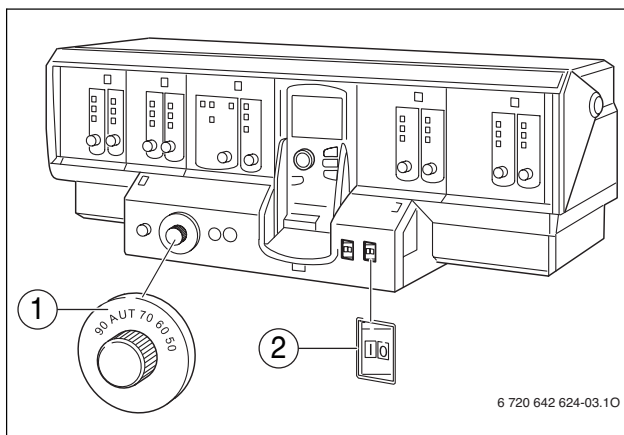

Fig. 4 Appareil de régulation
Mettez votre chaudière en service par l'appareil de régulation (→ fig. 4). Avec la mise en service de l'appareil de régulation, vous mettez automatiquement le brûleur en marche. Celui-ci peut ensuite être démarré par l'appareil de régulation. Vous trouverez des informations complémentaires dans la notice d'utilisation de l'appareil de régulation ou du brûleur utilisés.
- ▶ Régler le thermostat de l'eau de chaudière (→ fig. 4, [1]) sur « AUT ».
- ▶ Régler l'interrupteur principal (→ fig. 4, [2]) sur « I » (MARCHE).
Mettez votre chaudière hors service par l'appareil de régulation (→ fig. 4). La mise hors service de l'appareil de régulation entraîne automatiquement celle du brûleur.
- ▶ Régler l'interrupteur principal (→ fig. 4, [2]) sur « 0 » (ARRET).